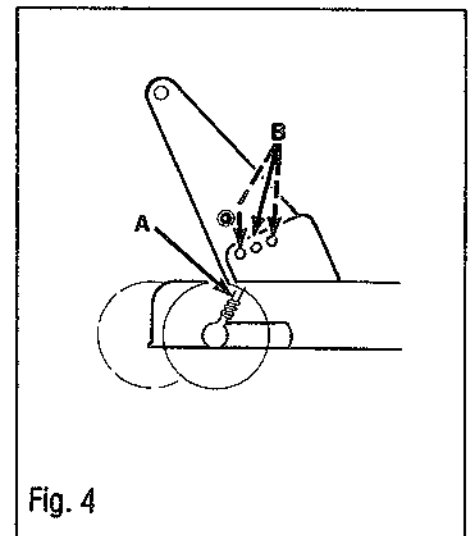

Fig. 4
1. Placer le pivot (A, Fig. 4) dans le trou de réglage de la hauteur désirée (B) et l'assujettir avec une rondelle et une goupille à ressort. Voir *REGLAGE DE LA ROUE DE JAUGE* pour déterminer la hauteur adéquate.